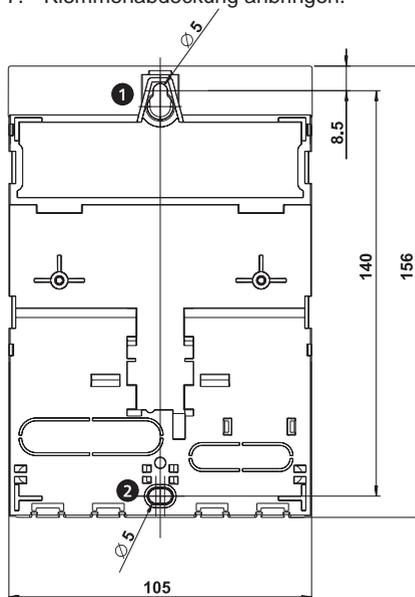

Abb. 2: Rückseite des Reglers mit Montageöffnungen oben **1** und unten **2**
2. Schraube für obere Montageöffnung **1** (Abb. 2) eindrehen, sodass der Schraubenkopf einen Abstand von 5 ... 7 mm zur Montagefläche hat.